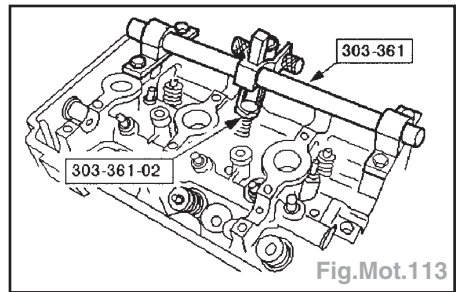

Fig.Mot.113
- A l'aide des outils spéciaux, déposer les clavettes de queue de soupape, les ressorts de soupapes et les coupelles de ressorts de soupapes (Fig.Mot.113).
ressorts de soupapes et les clavettes de queue de soupape (Fig.Mot.113).